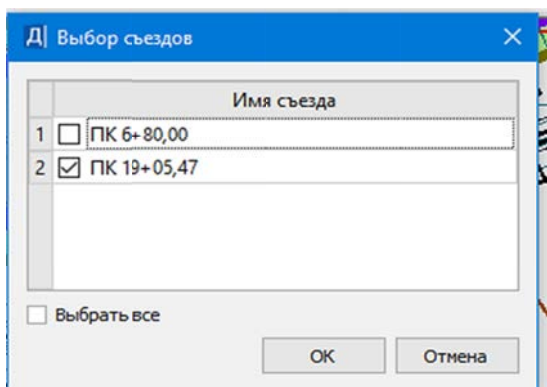

Рис. 4.19. Диалог **Выбор съездов**
3. Выберите съезд в диалоге **Выбор съездов** (рис. 4.19) для простого съезда. Значение в поле параметра означает количество выбранных съездов.